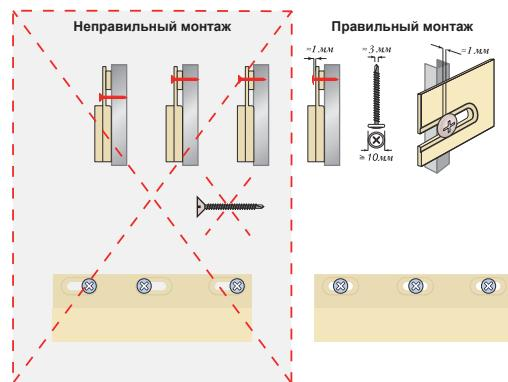

Рис. 2
- Установите нижнюю часть панели на стартовый профиль и закрепите её саморезами в гвоздевых отверстиях, руководствуясь рекомендациями (Рис. 2). Следующая панель устанавливается на стартовый профиль аналогично первой и заводится в первую панель до касания с термо-компенсаторами.
ствуясь рекомендациями (Рис. 2). Последующие панели устанавливаются аналогично.
- Закрепите фасадный J-профиль по аналогии с монтажом всех используемых элементов системы (Рис. 2). Для того, чтобы завести панель в универсальный J-профиль, его достаточно отогнуть.